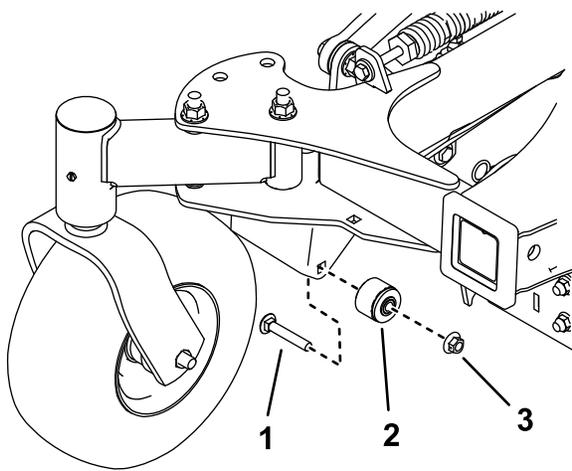

Figure 26
9. Déposez les deux bagues (Figure 26).